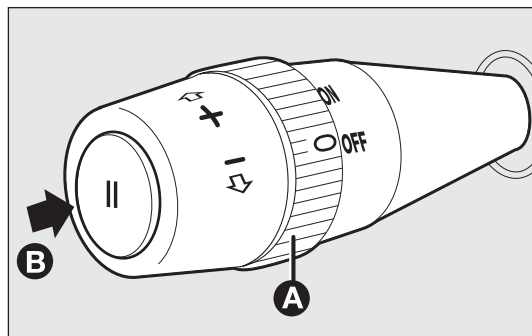

fig. 72
ACTIVATION DU DISPOSITIF fig. 72
- ☐ appuyer sur la touche B-fig. 72.